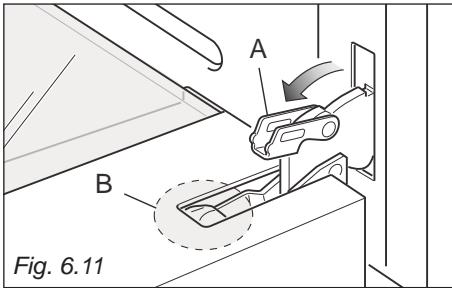

Fig. 6.11
- Låskrokar "A" öppnas på höger och vänster sida (Fig. 6.11).